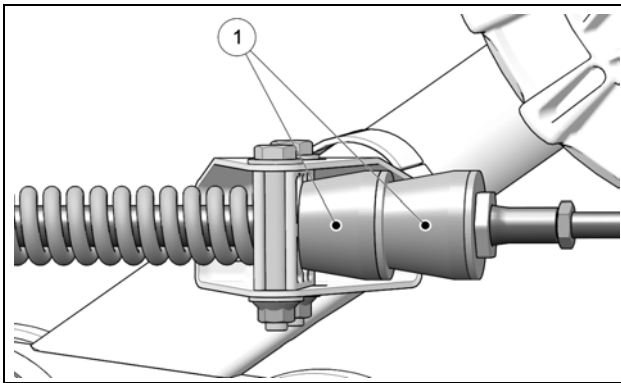

Figure 38
Vérifier les amortisseurs de caoutchouc (1) aux bras stabilisateurs. S'ils montrent des déformations, des fissures ou une usure importantes, ils doivent être remplacés. Voir la Figure 38.